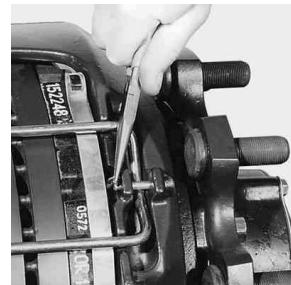

РИС. 15
- Снимите шплинт и прижим стабилизатора поперечной устойчивости. Вращайте стабилизатор вверх – вниз (Рис. 15 и 16).